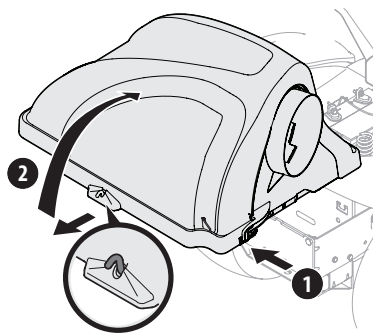

Figure 28
2. Soulevez le couvercle du bac récupérateur en pressant sur la patte arrière droite avec votre main droite (1) de la Figure 28 et en soulevant le couvercle à partir du milieu avec votre main gauche (2). Ne retirez pas le tube flexible et le coude de la goulotte de l'appareil.